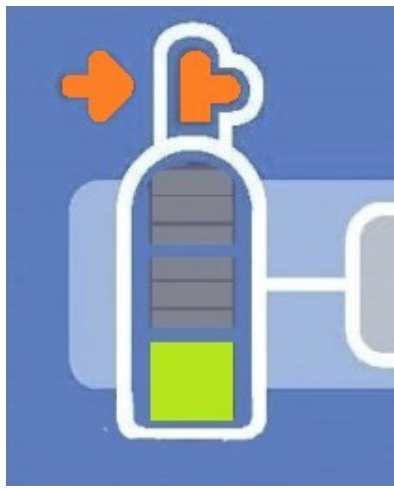

Figura 7: Indicator de presiune scăzută
- Dacă indicatorul de presiune scăzut, ilustrat în Figura 7, se aprinde în portocaliu, înseamnă că unitatea cryoICE BOX nu detectează presiunea corectă. Verificați dacă robinetul buteliei de gaz este deschis complet și dacă butelia pe care ați montat-o nu este goală.